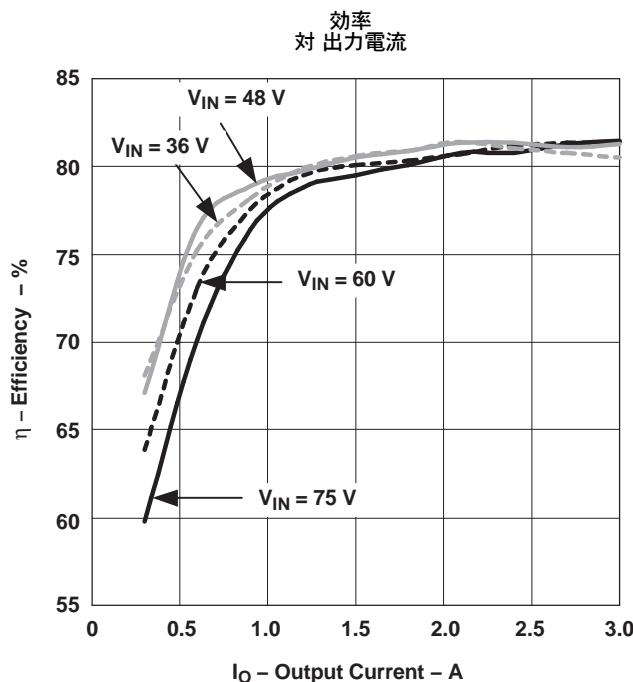
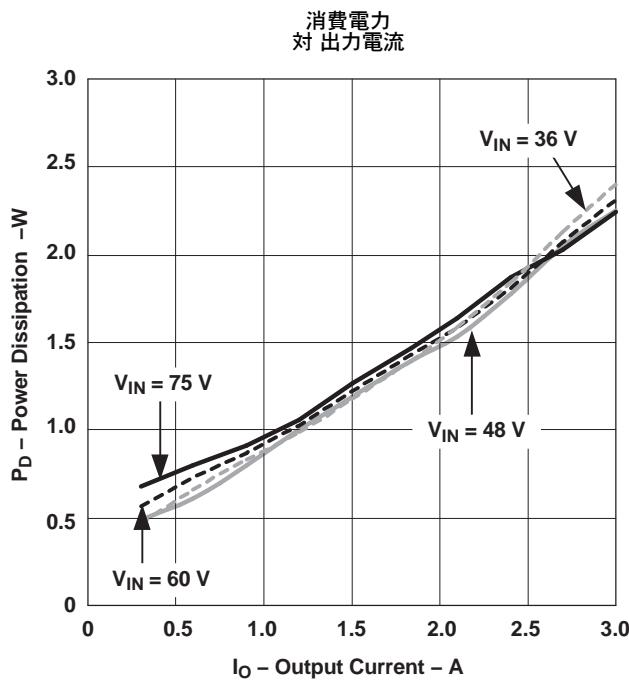
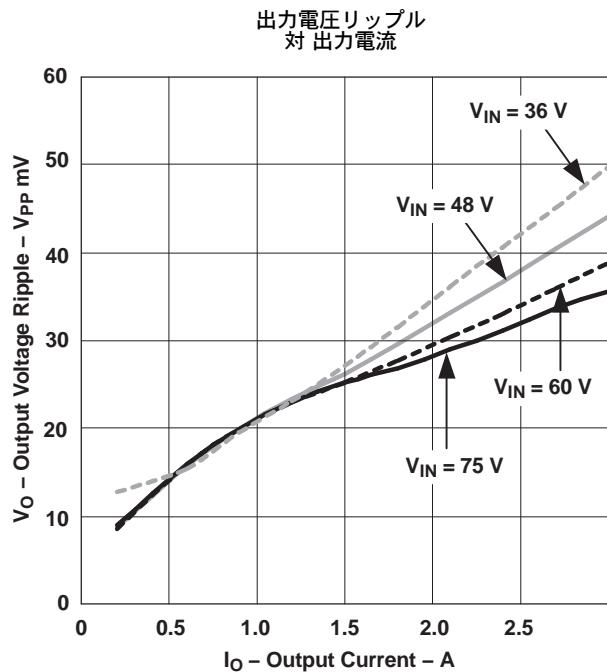

図 1.
図 2.
図 3.
- (1) 次の図1、図2、および図3に掲載されているすべてのデータは、25°C時に実際の製品から取得したものです。このデータはDC/DCコンバータの代表データと考えられます。